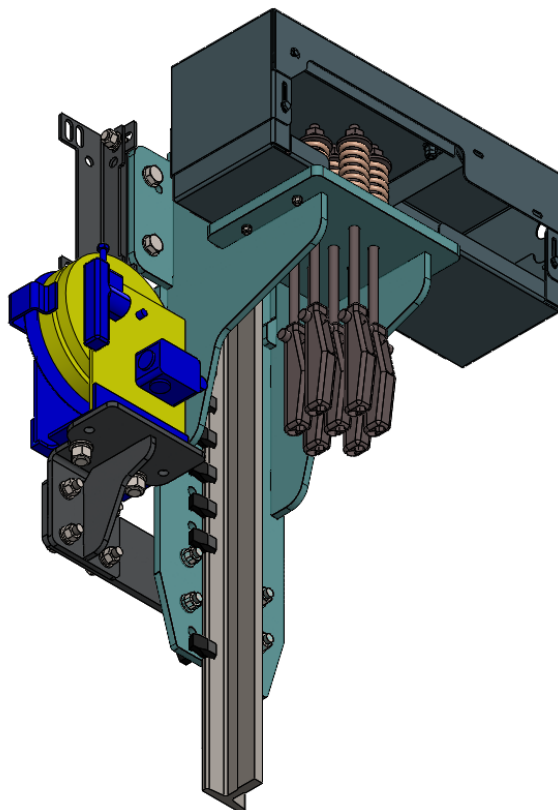

Рис.47 Установка ограничителя скорости
10.4 Монтаж ограничителя скорости на кронштейне. Последовательность рабочих операций при монтаже ограничителя скорости с оригинальной подставкой (рис. 47).